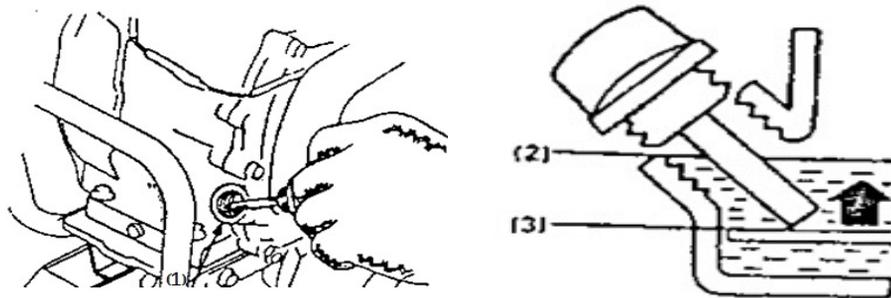

Рис. 2
- Откройте крышку маслозаливного отверстия и тщательно вытрите встроенный в неё щуп (см. рис.2).